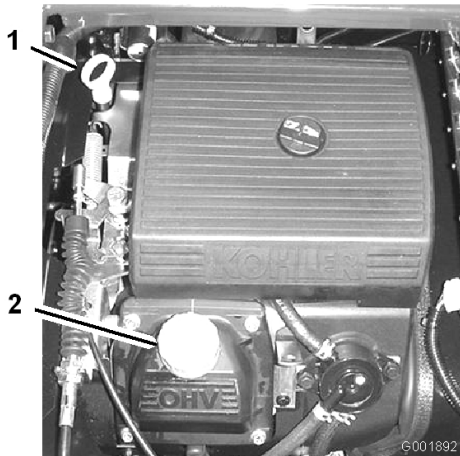

Figure 48
- Retirez la jauge et essuyez-la sur un chiffon propre (Figure 48). Remettez la jauge dans le tube en vérifiant qu'elle est enfoncée au
3. Si le niveau est trop bas, retirez le bouchon de remplissage du couvre-culasse (Figure 48) et versez la quantité d'huile nécessaire dans l'orifice pour faire monter le niveau jusqu'au repère maximum de la jauge. Versez l'huile lentement et vérifiez souvent le niveau durant la procédure. Ne remplissez pas excessivement.
8. Versez lentement environ 80% de la quantité d'huile spécifiée dans le goulot de remplissage (Figure 48).